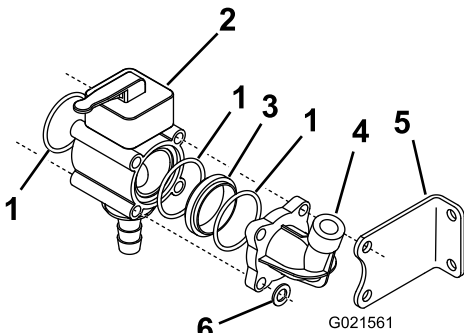

Figure 7
- Placez des rondelles sur les tiges qui ne traversent pas le support gauche et vissez un contre-écrou sur le bout gauche de chaque tige (Figure 7).
adaptateur (pris dans les pièces détachées), un joint torique et la prise de manomètre déposés précédemment (Figure 7).
- Placez une rondelle et 2 écrous de blocage sur le bout droit de chacune des 4 tiges filetées pour fixer l'adaptateur réducteur au bloc de vannes de dérivation de rampe (Figure 7).